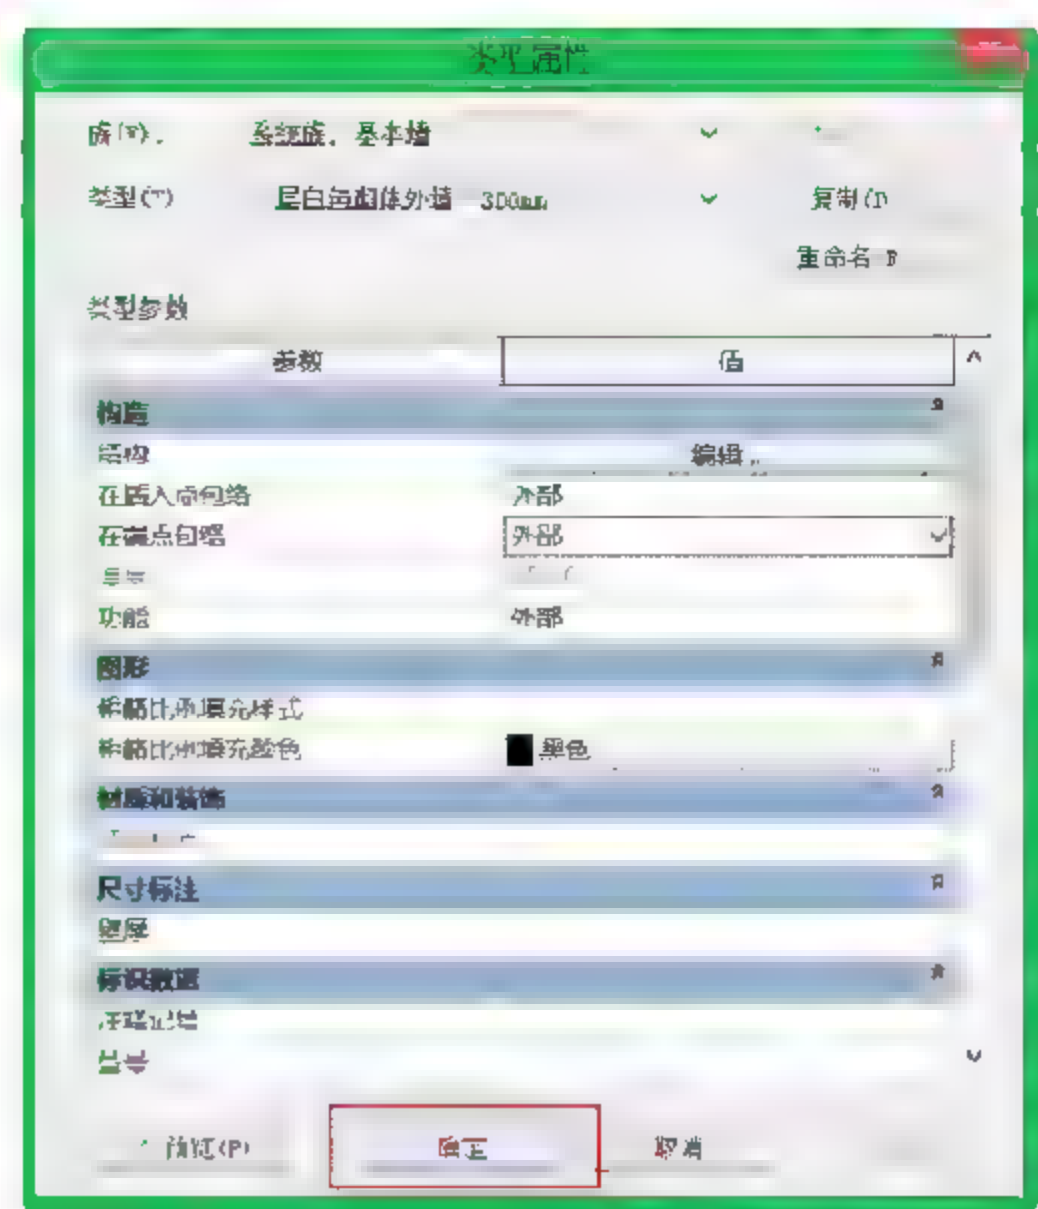

图 10.1.23 完成类型编辑
(10) 完成“一层白色砌体外墙-300mm”族类型定义。在“类型属性”对话框中，单击“确定”按钮，如图 10.1.23 所示，这样就完成了“一层白色砌体外墙-300mm”族类型定义。